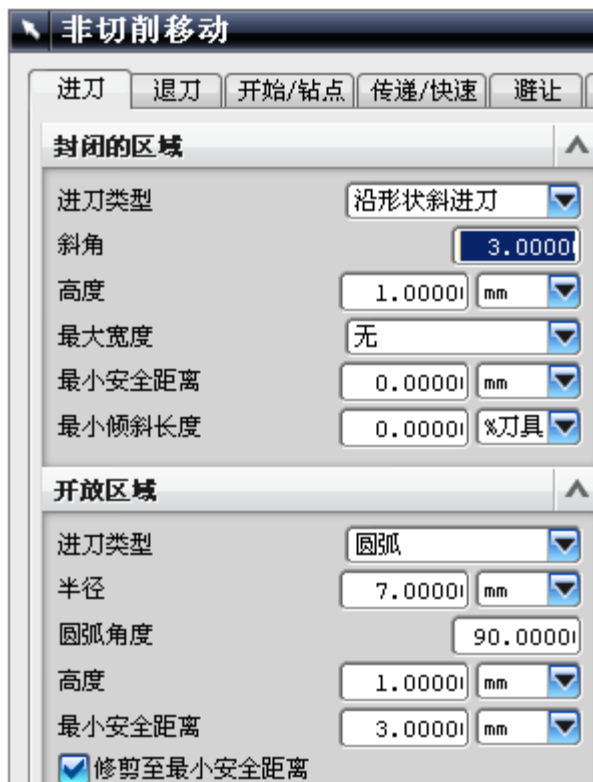

图 9-66
- 单击 ，设置如图 9-66 所示的非切削运动参数，单击 OK。